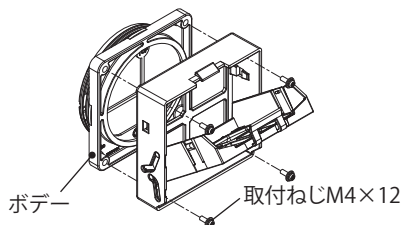

図3
① 本製品を WLP-13(C) のポデーに、取付ねじ M4×12 にて固定してください。(図3)